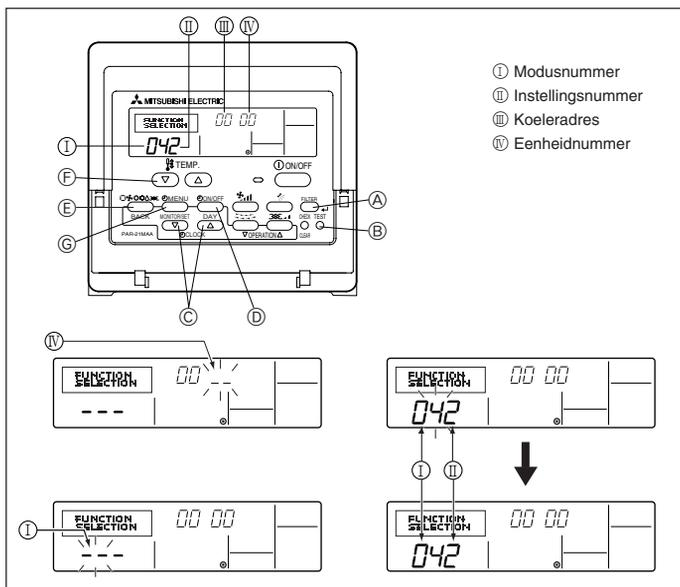

Fig. 6-8
1) Voor de afstandsbediening met draad (Fig. 6-8)